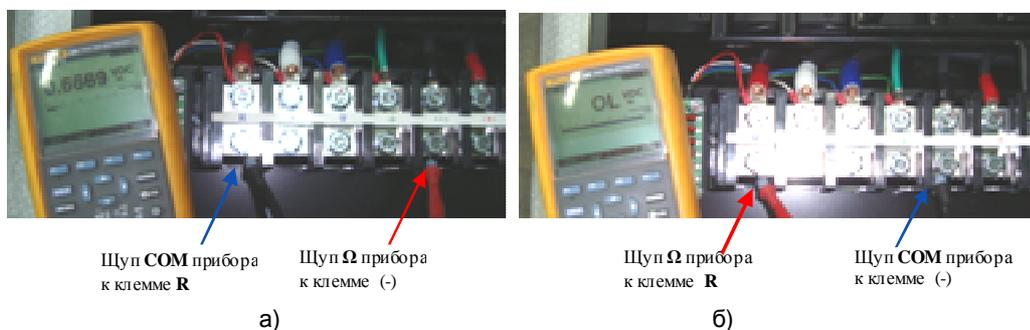

Рис. 4.6.
- 4.8.1.1. Установить мультиметр в режим «Прозвонка диодов». Проверить цепь «-» - «R». При исправных модулях цепь должна звониться как «диод»: при прямой проводимости показания прибора должны быть в диапазоне 0,3 – 1,0 и должен звучать короткий звуковой сигнал (рис.4.6 а); при обратной проводимости - «обрыв цепи» (рис.4.6 б).